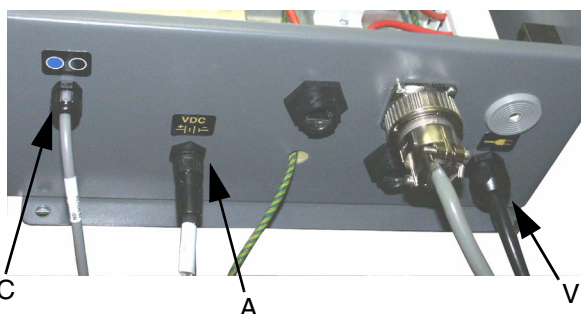
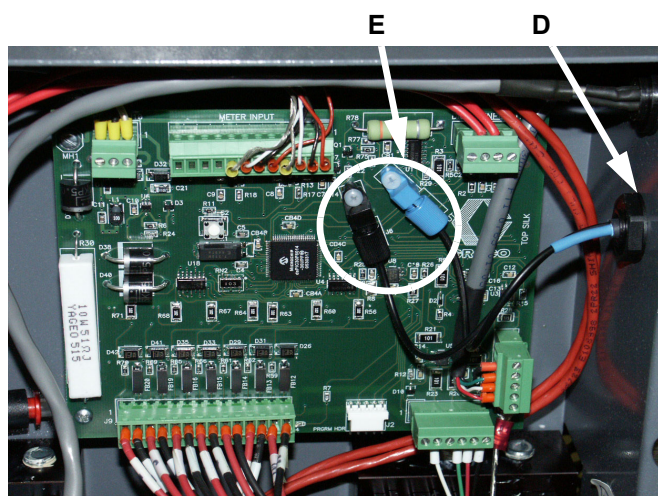

図. 16
図. 18
- EasyKey™ ディスプレイポート  (V) で電源コードを保持する 22.4 mm (0.88 インチ) ホール用バルクヘッドストレインリリーフ。図. 16 をご参照ください。
- EasyKey™ ディスプレイポート  (V) に ストレインリリーフおよび電源コードまたは導管バルクヘッドを取り付けます。図. 16 をご参照ください。
EasyKey™ ディスプレイおよびスマート液体パネル間の配線に使用する、液体パネル電源ケーブル (A) および光ファイバケーブル (C) の 2 本の 50 ft. (15.2 m) ケーブルが付属しています。図. 16 をご参照ください。
- 液体パネル電源ケーブル (A) の終端を EasyKey™ ディスプレイコネクタ  に接続します。図. 16 をご参照ください。
- 光ファイバケーブル (C) は、工場出荷時に EasyKey™ ディスプレイコネクタ  に接続されています。図. 16 をご参照ください。(壁面取付液体パネルのみに該当します)
-  EasyKey ディスプレイから光ファイバケーブル (C) を外す場合は、エンクロージャ内での配線状態をメモしておいて下さい。ドアはスイング式ですので、ワイヤが引っ掛かったり、引っ張られたりしていないか確認して下さい。
- 光ファイバケーブルの反対側終端を壁面取付液体パネルストレインリリーフ  (D) を通して配線します。図. 18 をご参照ください。強く曲げたり、ねじった状態で配線を行わないで下さい。
5. 黒および青色のケーブルコネクタ (E) を電気回路板のマッチングコネクタに接続します。図. 18。奥までケーブルコネクタを挿入し (約 1/2" [6 mm])、スレッドコネクタを締めます。(壁面取付のみ)
6. ストレインリリーフコネクタ (D) を締めます。図. 18 をご参照ください。